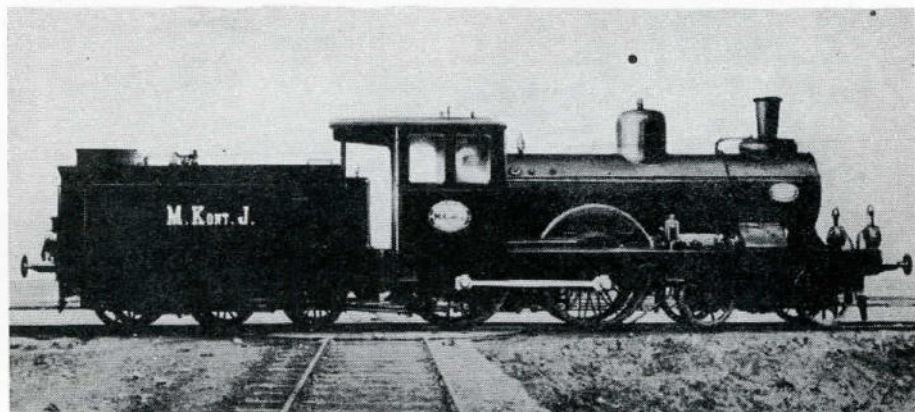

Fig.1 "Glada Änkan" (foto: SJ)
Banen anskaffede fra Nydqvist & Holm i Trollhättan ialt fire damplokomotiver; heraf var de tre, nr. 2-4, 2-B-0, T2-maskiner for person- og godstog, medens det fjerde, nr. 1, var et 2-B-0, T3-loko, beregnet for hurtigtog. Det var denne maskine, der fik navnet "den glade Enke" (fig.1), velsagtens fordi den, eller hun, skulle man vel sige, forblev et enkeltstykke. Det må have været en glæde at være lokofører på denne strækning, de 31 km kørtes med meget stor hastighed ved adskillige lejligheder - en enkelt gang præsteredes en køretid på 14 minutter, hvilket giver en middelhastighed på 132,9 km/t. Nydqvist & Holm havde allerede maskinen færdig i 1897, før banens åbning, for at kunne præsentere den på Stockholm-udstillingen dette år, og man havde sørget for at give "Glada Änkan" byggenummer 500. I 1909 overtog de svenske statsbaner (SJ) strækningen - forbindelse med indsættelsen af jernbanefærger Trelleborg-Sassnitz - og nr.1 blev til litra MKa nr. 1029. "Hun" endte sine dage i 1922 - "enkeltstykker" er jo ikke velsete i statsbaner - men man syntes, at en plads på Jernbanemuseet i Stockholm havde været et nok så fortjent "hvi-lested" fremfor en ophugningsplads.